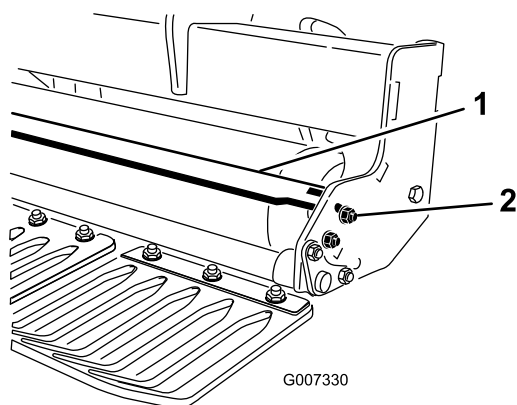

Figura 13
1. Desaperte os dispositivos de fixação que prendem cada extremidade do raspador à patilha do raspador do rolo (Figura 13).